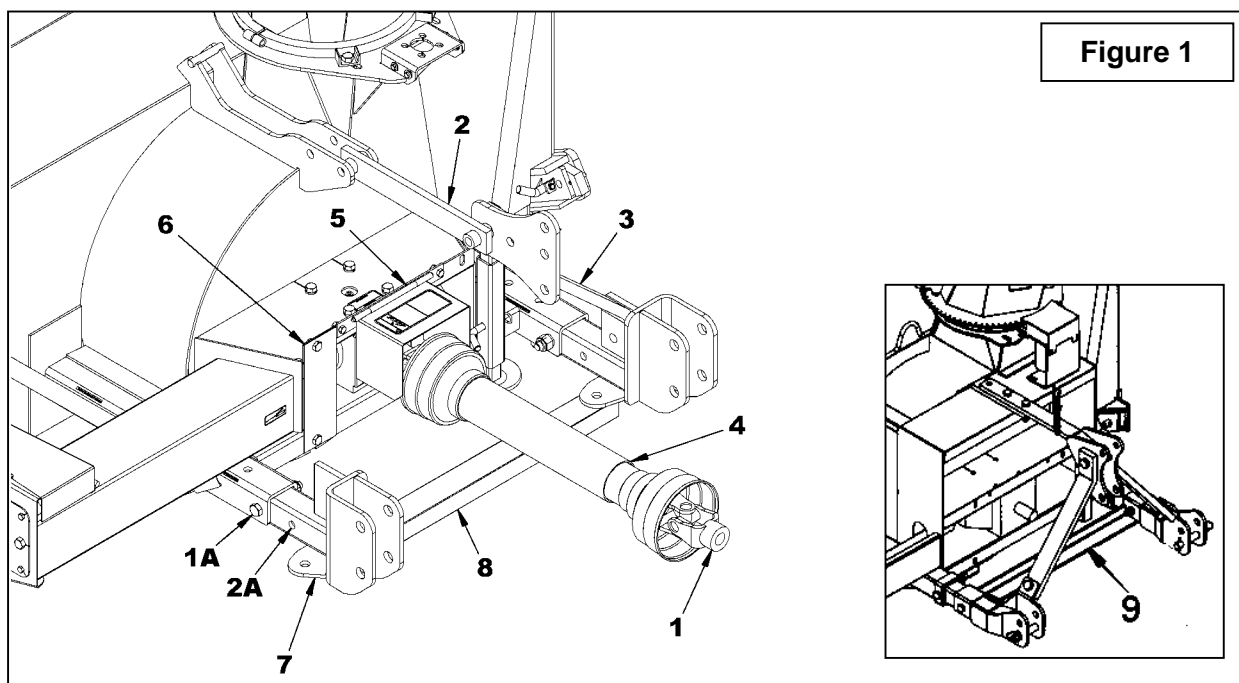

Figure 1
**NOTE:** Avant de débuter l'installation, vérifier le type de prise de force que vous avez sur votre tracteur. Commander au besoin la fourche appropriée (Fig. 1, item 1) de l'arbre à cardan auprès de votre distributeur.
3. **Figure 1:** Pour faciliter l'installation du réducteur, il est recommandé de retirer l'attache supérieur (item 2) ainsi que les attelages gauche et droit (item 3).
4. **Figure 1:** Retirer l'arbre à cardan (item 4) de la souffleuse. Retirer le protecteur d'arbre à cardan (item 5).
5. **Figure 1:** Sur les modèles SA92 et SA98, retirer le garde arrière (item 6). Celui-ci ne sera pas réutilisé.
6. **Figure 1:** Avant d'installer le réducteur, s'assurer que les attaches inférieures droite et gauche (item 7) sont dans la position 1A tel qu'indiqué sur la figure. Vérifier aussi que le renfort (item 8) du SA92 et SA98 est installé dans la position illustré sur la figure sinon le réinstaller dans cette position. Pour les modèles TRC, tourner le renfort (item 9) de 180° pour que la partie repliée soit du côté tracteur et non du côté souffleuse pour éviter une interférence avec le réducteur.
13. **Figure 1:** Installer l'attache supérieur (item 2) ainsi que les attelages gauche et droit (item 3).